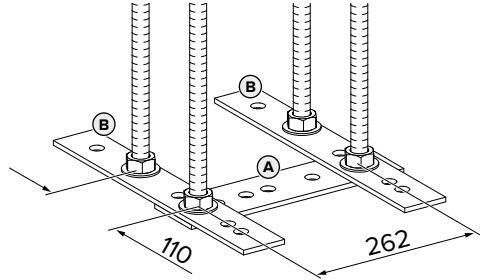
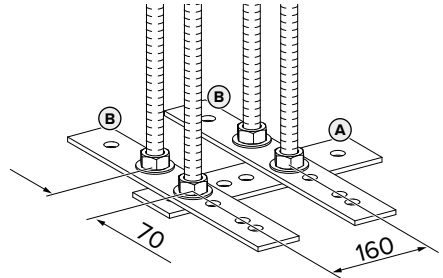

Abb. 1: Rozměry [mm]
Abb. 2: Rozměry [mm]
- ▶ Závitové tyče zasuňte podle rozměrů v kapitole Abb. 1 a Abb. 2 do plochých ocelí. Dbejte na to, aby plochá ocel (A) a ploché oceli (B) byly zarovnané v pravém úhlu (90°).